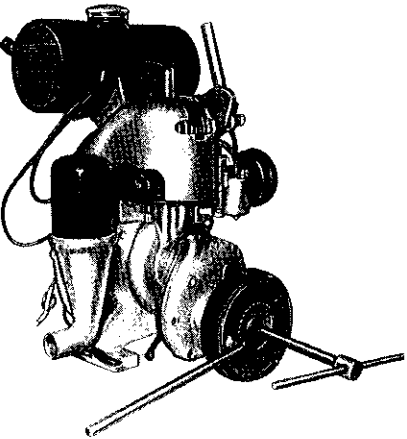

Bild 3. Lösen der Halsmutter
2. Halsmutter lösen und dabei den Gegenhalter am inneren Mitnehmer ansetzen (Bild 3).